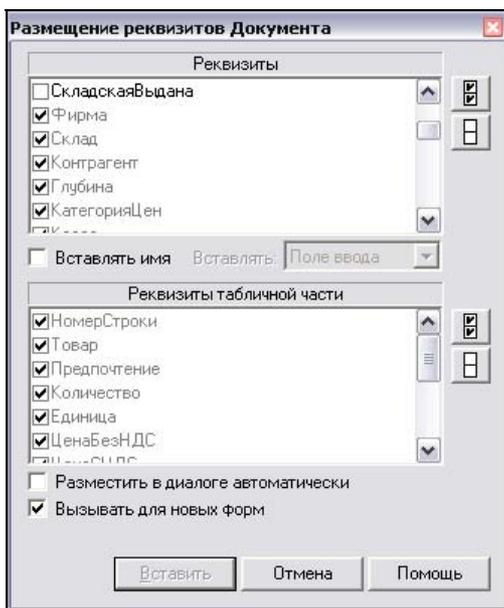

Рис. 5.49. Размещение реквизитов документа
10. На панели инструментов в нижней части экрана нажимаем кнопку **Реквизиты** (с желтым плюсом). Появится окно, схожее с рис. 5.49.